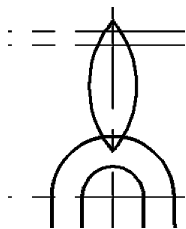

图 5-122 镜像 R30 圆
(4) 单击“默认”选项卡“修改”面板中的“删除”按钮，分别选择偏移形成的竖直中心线及 R26 圆删除。
(5) 单击“默认”选项卡“修改”面板中的“修剪”按钮，修剪 R30 圆。
(6) 单击“默认”选项卡“修改”面板中的“镜像”按钮，以竖直中心线为镜像线，镜像所绘制的 R30 圆弧。结果如图 5-122 所示。